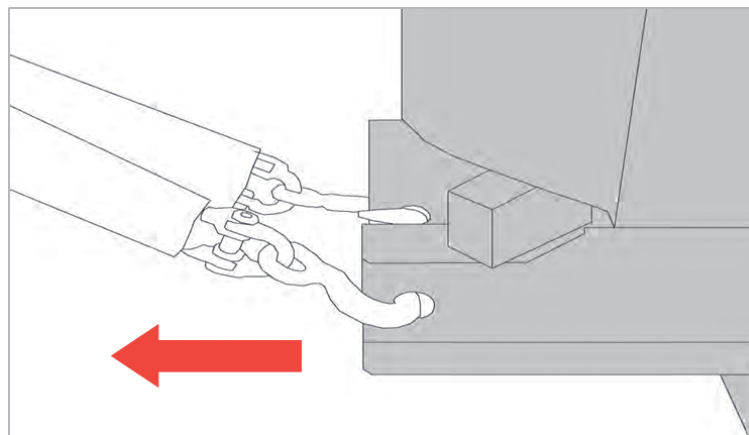

Рисунок 10 – Схема строповки при горизонтальном перемещении
4.3.2 Стropовочные устройства должны крепиться к корпусу трансформатора только за специально предусмотренные отверстия на его основании (см. рисунок 10). Расстояние перемещения трансформатора на колесах не должно превышать десяти метров.